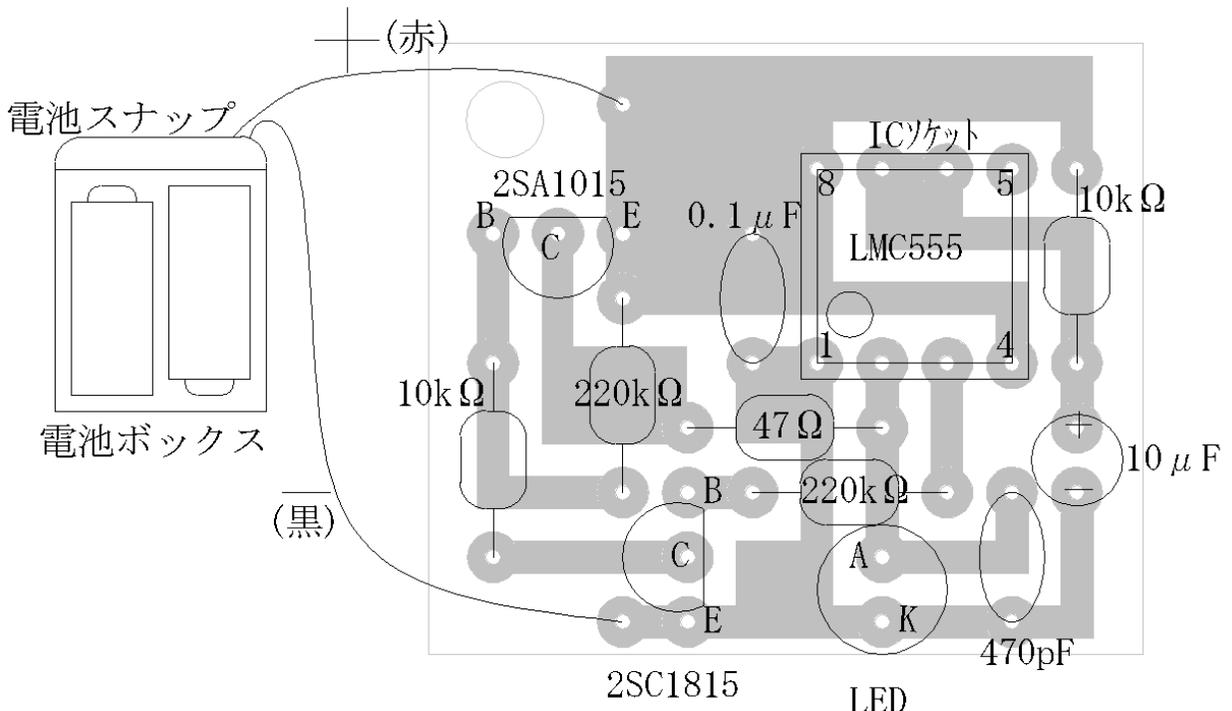

図2 部品配置図（基板の表＝銅箔が無いほうの面から見た図）
部品配置図を図2に示します。
トランジスタにはエミッタ (E)、コレクタ (C)、ベース (B) の3つの極があります。反対向きにはんだ付けしてしまうと動作しません。写真や図2 (部品配置図) で十分に確認してからのはんだ付けしてください。